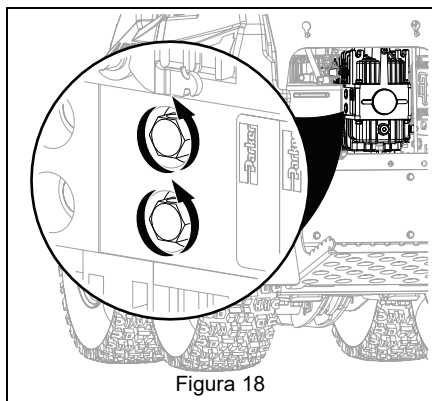

Figura 18
2. Girare le due valvole bypass di un quarto di giro in senso antiorario fino alla posizione di bypass. Vedere Figura 18.